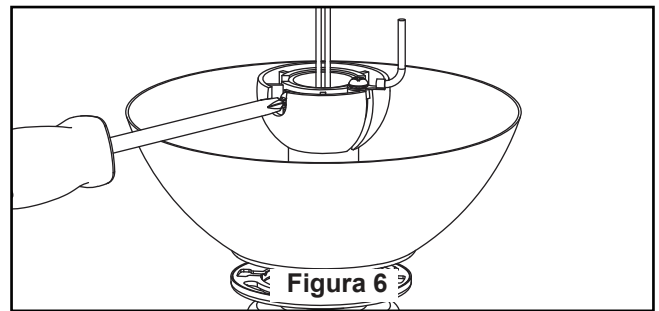

Figura 6
6. Vuelva a colocar la semiesfera en el barral como se indica a continuación. Pase los tres cables de cables de blanco, negro y azul cable a través de la semiesfera. Pase el pasador a través de los dos orificios en el barral y alinee la semiesfera de modo que el pasador quede atrapado en la ranura de la parte superior de la misma. Empuje la semiesfera hacia arriba, bien ajustada contra el pasador. Ajuste firmemente el tornillo de fijación en la semiesfera. Si el tornillo de fijación está flojo, podría provocar oscilación del ventilador. (Figura 6)